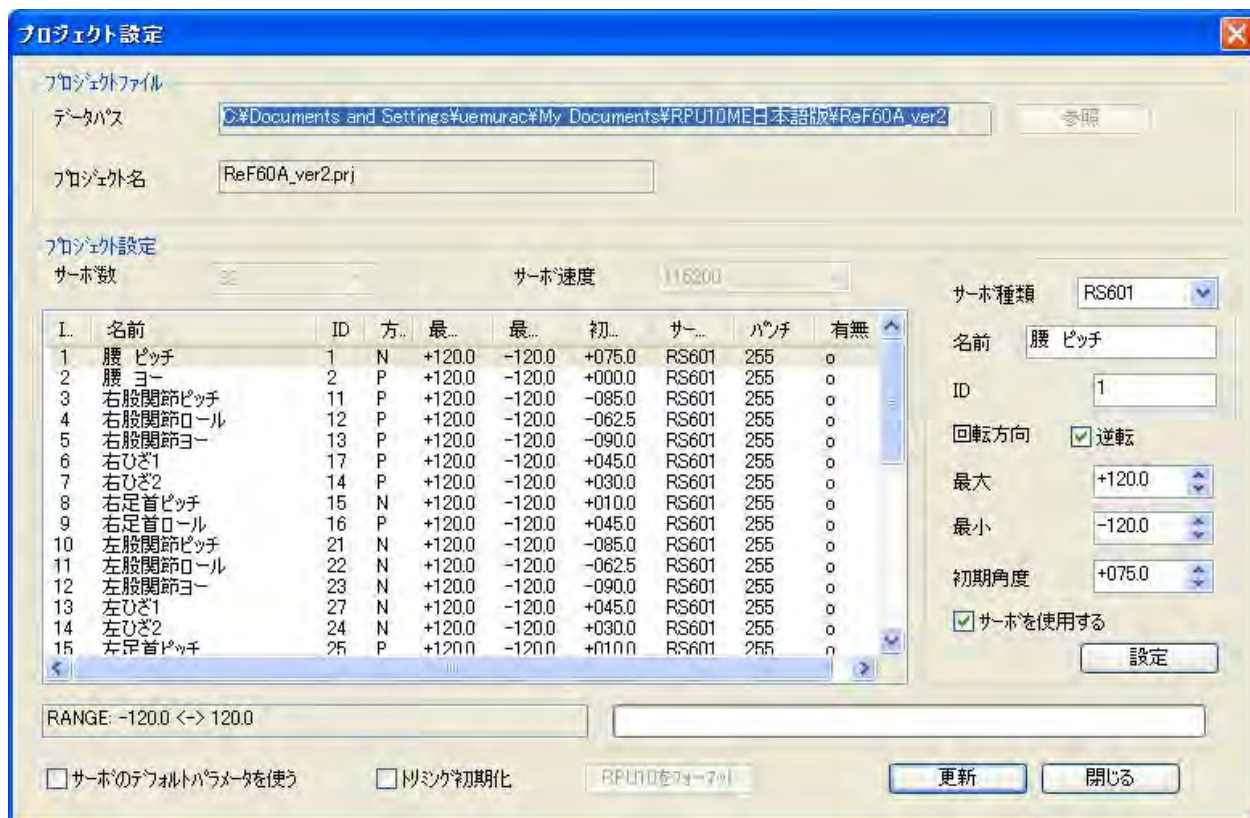

Fig. 5.2 プロジェクト設定画面
メニューバーの【プロジェクト(P)】から【プロジェクト設定 (P)】を選択し、プロジェクト設定画面 (Fig. 5.2) を表示します。
【接続】状態になっていない場合は、Fig. 5.2 のように【RPU10 をフォーマット】ボタンが選択不可能な状態になっています。